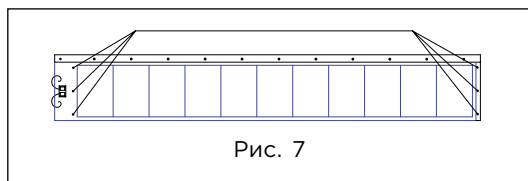

Рис. 7
Укладка Тегосолар методом «наплавления» (рис. 7)
- Для крепежа L-профиля в панели сделайте 3 дополнительных отверстия (согласно рис. 7), в качестве трафарета используется Лобовая планка;